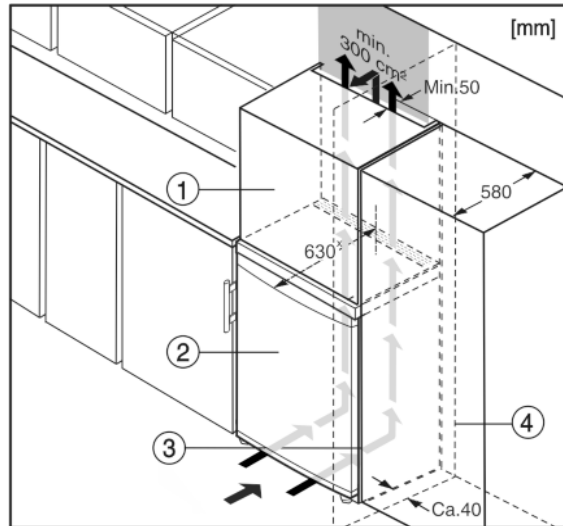

Fig. 10
- (1) Rátétszekrény*
- (2) Berendezés*
- (3) Konyhaszekrény*
- (4) Fal*
A készüléket körbe lehet építeni konyhaszekrényekkel. Rá lehet szerelni egy rátétszekrényt Fig. 10 (1), hogy a készüléket Fig. 10 (2) a konyhabútorok magasságához igazítsa.
Ha a berendezést (max. 580 mm mélységű) konyhaszekrényekkel építi körül, akkor közvetlenül a konyhaszekrény Fig. 10 (3) mellett is felállíthatja. A készülék oldalirányban 34 mm x, a közepétől pedig 50 mm x távolságban nyúlik túl a konyhaszekrény előlapjához képest.*
Mikor a berendezést a csuklópántokkal egy fal Fig. 10 (4) mellett állítja fel, akkor a berendezés és a fal közti távolság legalább 40 mm legyen. Ez nyitott ajtó esetén megfelel a fogantyú túlnyúlásának.*